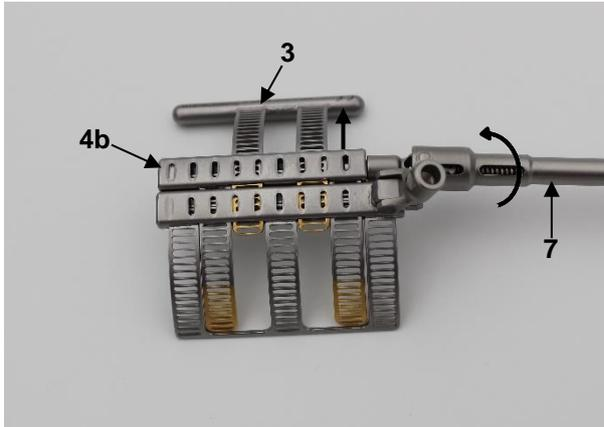
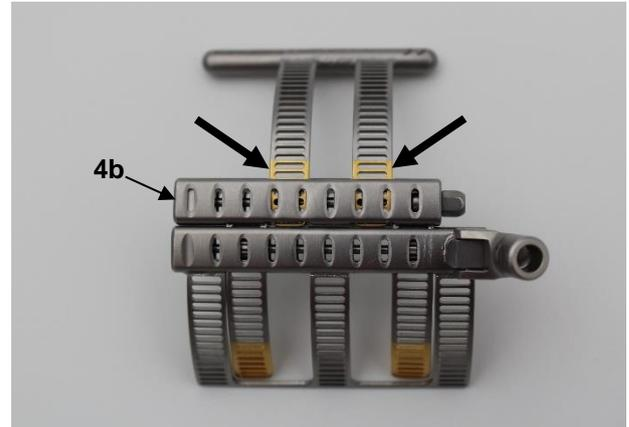

Abb. 2a
Abb. 2b
Hierfür den Transportmechanismus an dem Kastenmodul des primären Elements (4b) mithilfe eines geeigneten Schraubendrehers (7) im Uhrzeigersinn drehen (Abb. 2a) bis die ersten beiden goldfarbigen Langlöcher aus dem Kastenmodul des primären Elements (4b) ausgefahren sind, wie in Abbildung 2b zu sehen.